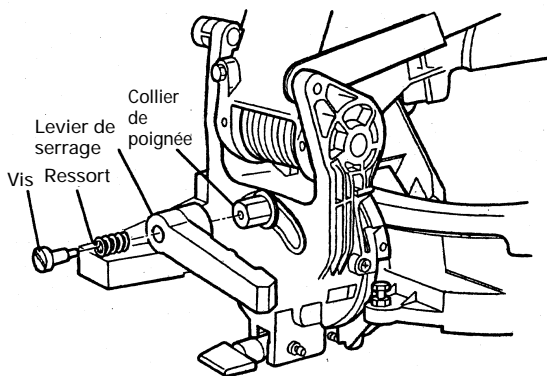

Fig. 6
- ① Insérer le ressort et la vis dans l'orifice du levier de serrage comme indiqué à la Fig. 6.